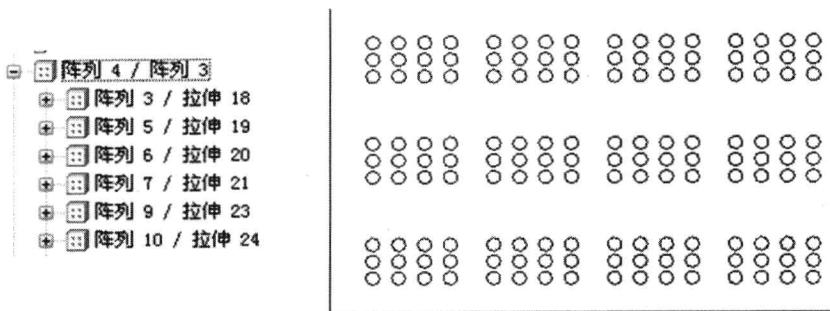

图 1-9 阵列再阵列
(5) 阵列功能进一步得到增强。新增了曲线阵列功能、跟随曲面阵列、阵列后再阵列等功能, 如图 1-7 ~ 图 1-9 所示。